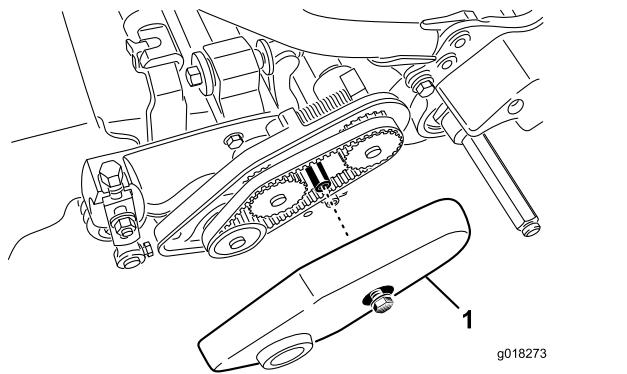

Bild 47
2. Lösen Sie den Bundbolzen, mit dem die Riemenabdeckung befestigt ist, und nehmen Sie die Riemenabdeckung ab, um an den Riemen frei zu legen (Bild 47).